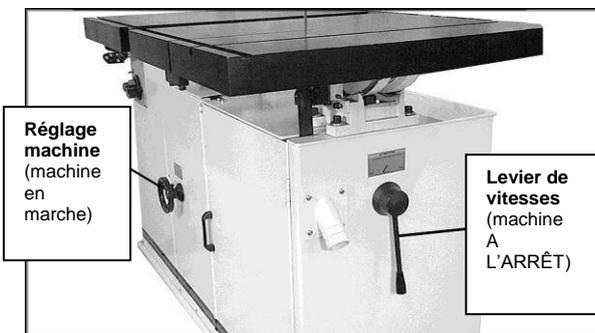

Figure 14
2. Pendant que la machine NE tourne PAS, déplacer le levier de sélection de vitesse sur le réglage voulu (vitesse élevée ou réduite). Voir Figure 14.
4. Tourner la manivelle de réglage de la vitesse (Figure 14) sur la vitesse requise. Tourner la manivelle dans le sens horaire pour augmenter la vitesse, dans le sens antihoraire pour la diminuer.